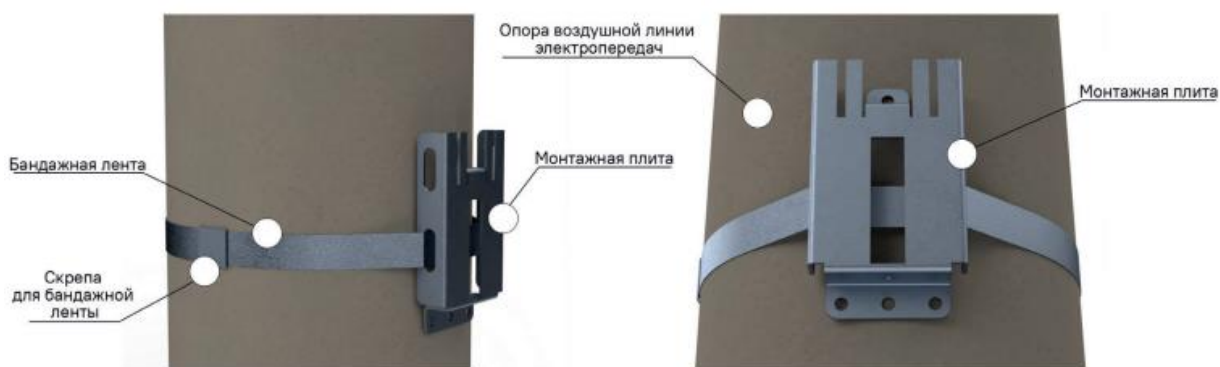

Рисунок 5 – Установка монтажной плиты на опоре для блока измерительного счетчика НАРТИС-И300-SP31
4.2.1 При установке блока измерительного счетчика на опоре воздушной линии электропередач необходимо закрепить монтажную плиту на опоре воздушной линий электропередач бандажной стальной лентой (20x0,7 мм) и усиленной скрепой для бандажной ленты на расстоянии не менее 600 мм ниже от проводов магистральной воздушной линии (рисунок 5). Монтаж произвести специальным инструментом для натяжения и резки бандажной стальной ленты.